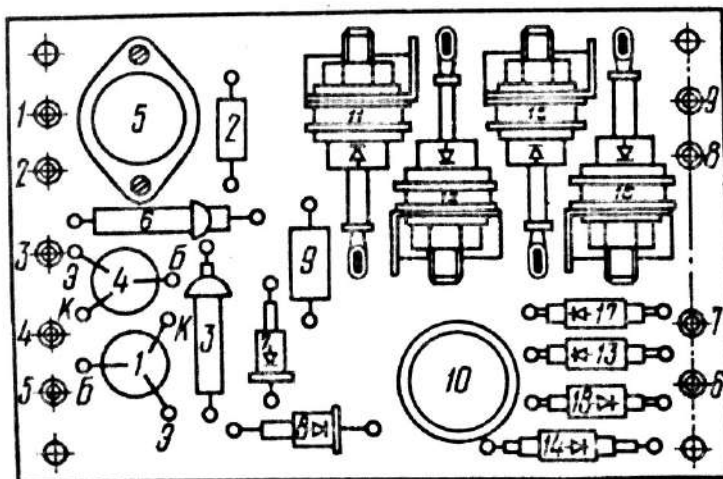

Рис.4. Стабилизатор тока
4. Блок переключения СП-1-9 (см. рис.4)